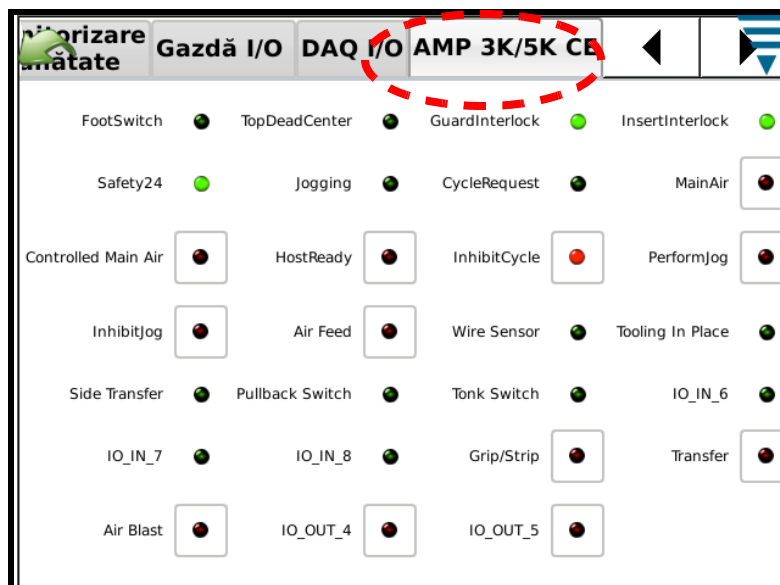

Figura 13
3. Atingeți fila marcată "Fila de diagnostic AMP 3K/5K CE". A se vedea Figura 13